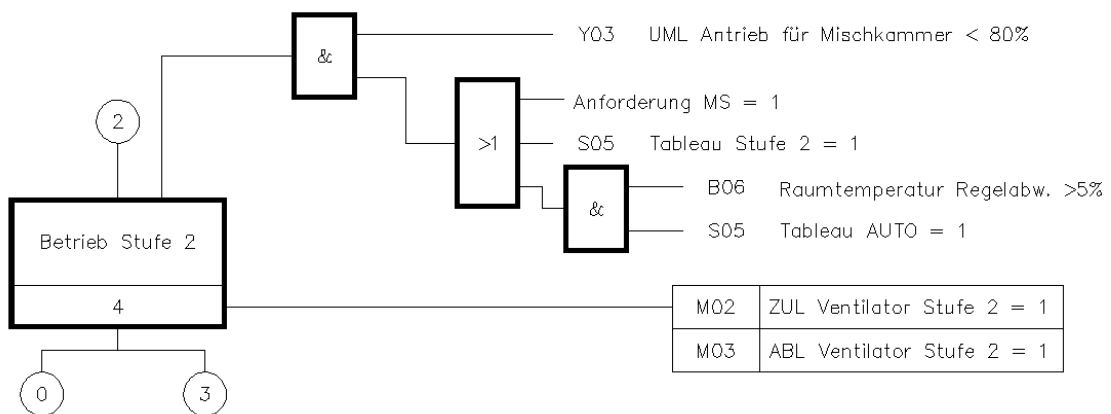

Bild 1.24 – Stufe 2 ähnelt Stufe 1. Der Rücksprung kommt von der Anfahrtschaltung.
- *Betrieb Stufe 2* ist dem vorigen strukturell sehr ähnlich – bis auf die unterschiedlichen Texte und den *Rücksprung* auf Zustand 3 statt 4. Diesen Graphen können Sie also mit **Strg+C** kopieren und danach entsprechend anpassen (Abb. 1.24)!